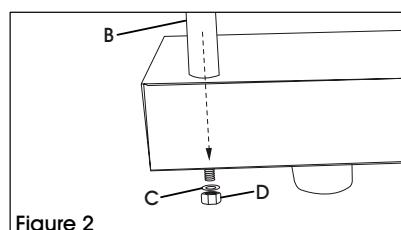

Figure 2
2. Attach washer (C) and lock nut (D) to threaded end of carton dividers (B). (See Figure 2)
- Fixez une rondelle (C) et un écrou freiné (D) à l'extrémité filetée du séparateur de cartons (B). (Voir Figure 2)